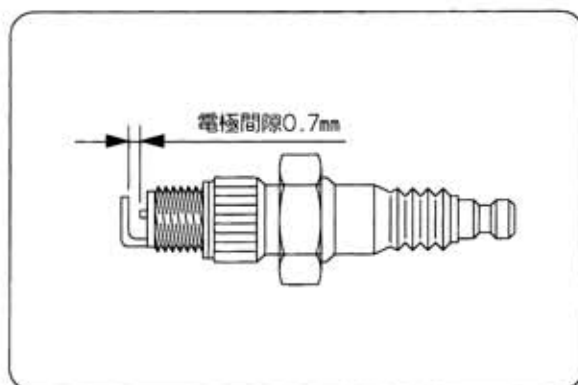

図44
- ①ボックススパナでプラグをはずしてカーボンを清掃します。(ボックススパナ21)
- ②電極の隙間が0.7mmになるように調節してください。(図44)